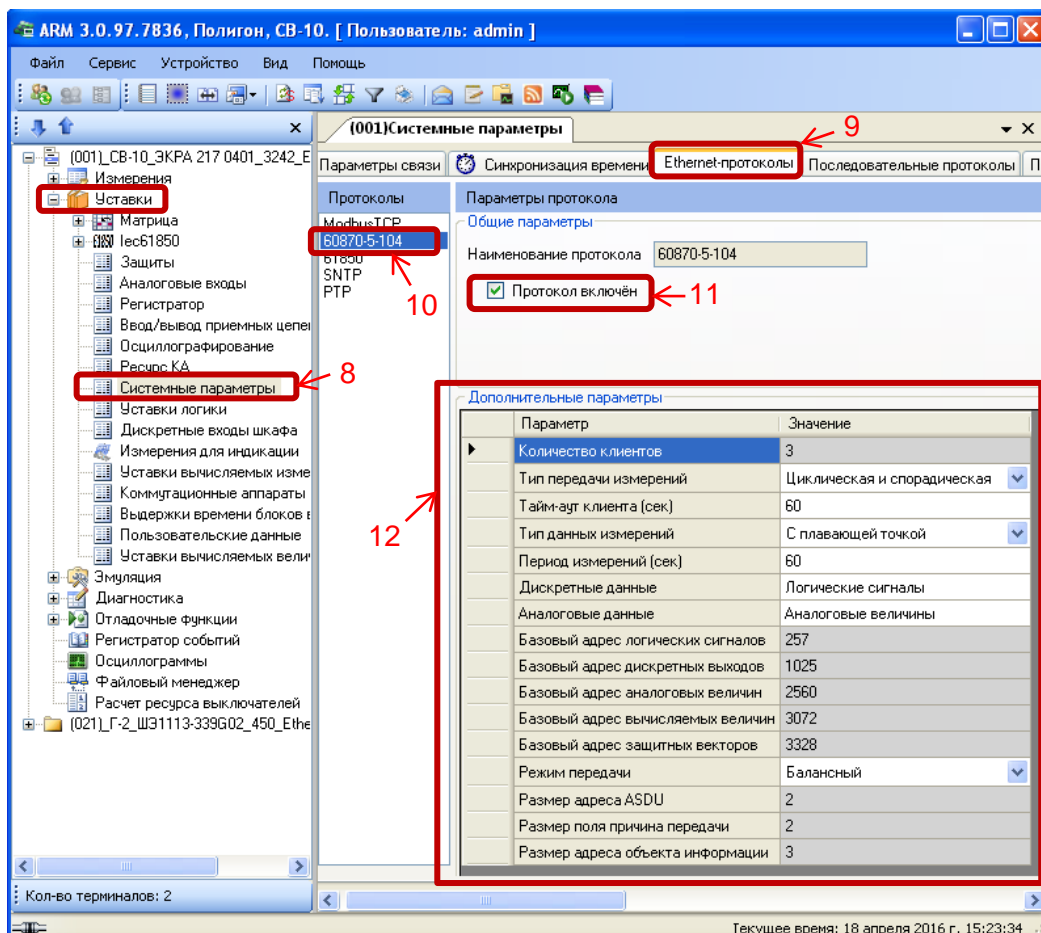

Рисунок 4 – Пример настройки протокола МЭК 60870-5-104
2.3.1 В «дереве» проекта выбрать раздел **Уставки** → **Системные параметры** (см. рисунок 4, обозначение 8) и открыть окно, дважды щёлкнув мышкой на соответствующем пункте в «дереве» проекта.
2.3.2 Выбрать вкладку **Ethernet-протоколы** (см. рисунок 4, обозначение 9).
2.3.3 Выбрать протокол **60870-5-104** (см. рисунок 4, обозначение 10).
2.3.4 Установить флажок **Протокол включен**, если он не был установлен (см. рисунок 4, обозначение 11).